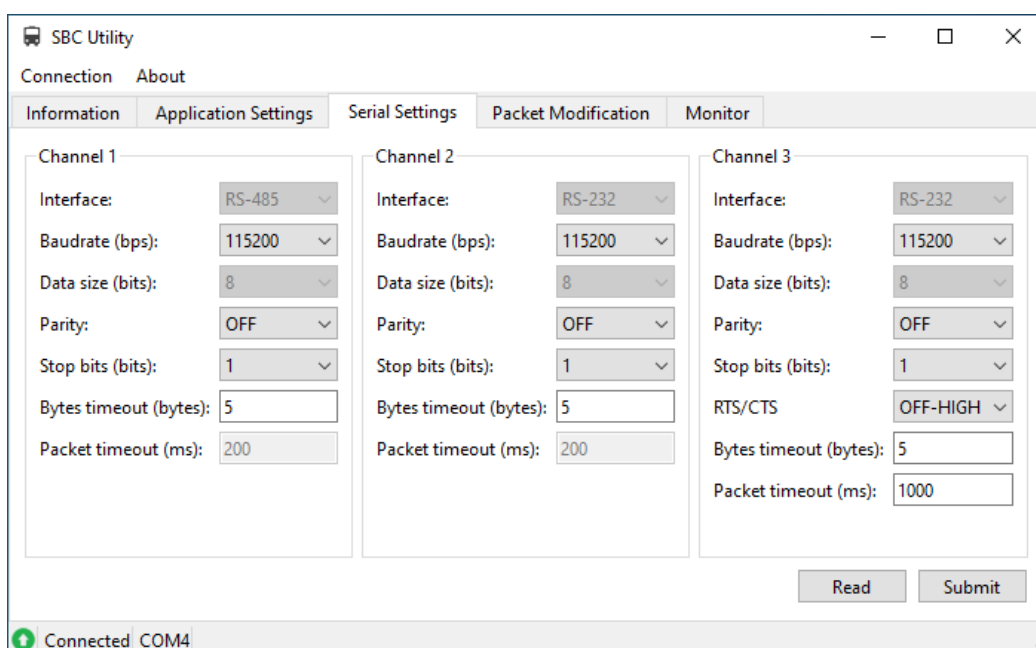

Рисунок 9
5.1.6 В разделе **Serial Settings** (рисунок 9) выберите параметры работы интерфейсов: